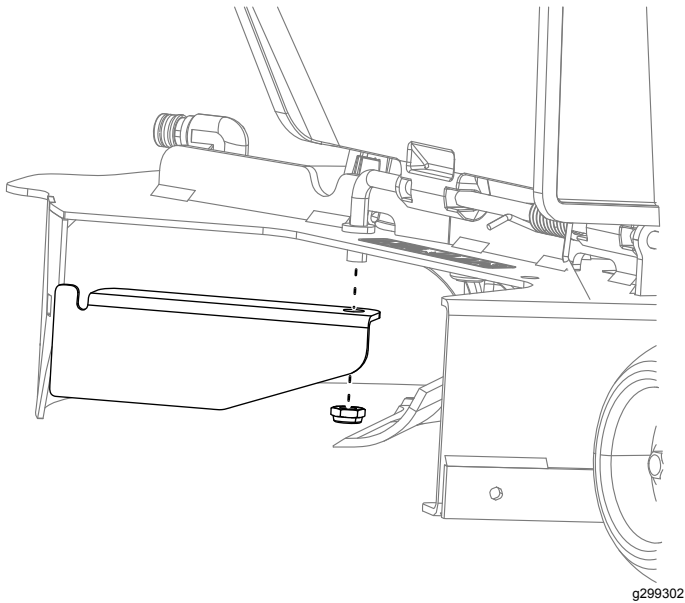

Bild 19
- Installieren Sie das neue kleine Ablenkblech am Mähwerk an der gleichen Stelle im Mähwerk wie das zuvor entfernte Ablenkblech (Bild 19).